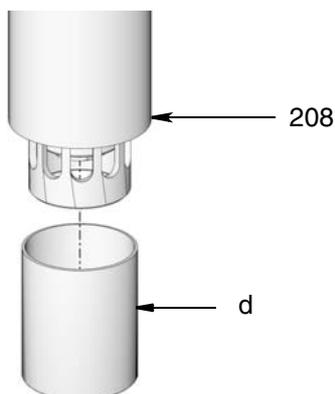

Рис. 6
3. Снимите защитный колпачок (d) с нижней трубки насоса (208) (Рис. 6). Утилизируйте колпачок. Он больше не потребуется.